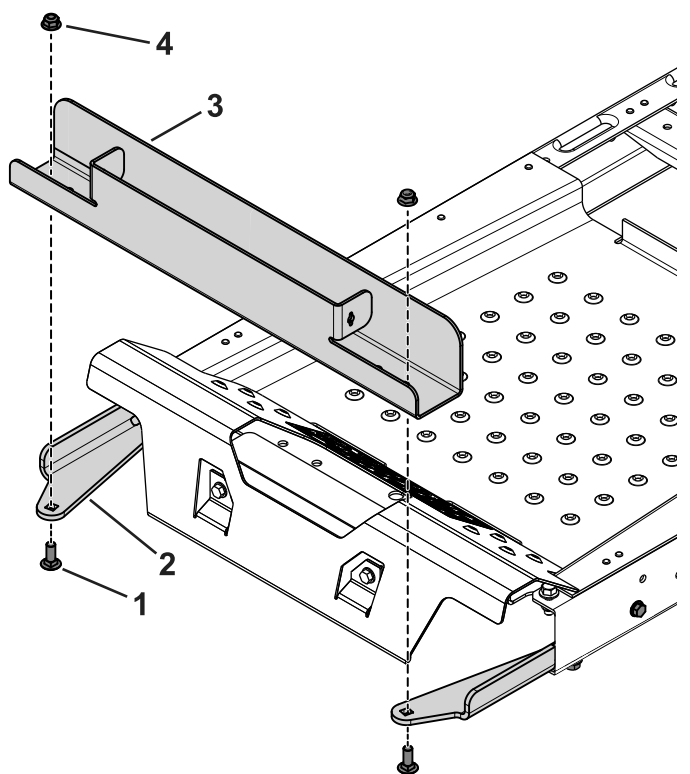

**Figura 3**
2. Folosiți cele 2 uruburi cu autofiletare ( $\frac{5}{16} \times \frac{3}{4}$ "), 2 uruburi ( $\frac{3}{8} \times 1\frac{1}{4}$ ") i piulițele cu guler ( $\frac{3}{8}$ ") pentru a fixa pe maină elementele de montare stânga i dreapta pentru compartimentul de greutate (Figura 3).